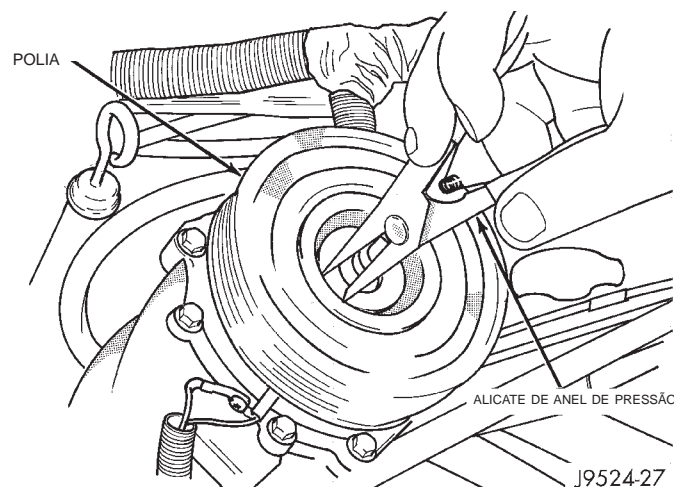

Fig. 23 Remoção do Anel de Pressão Externo
- (8) Retire a chave do eixo do compressor e os calços do acoplador.
- (9) Retire o anel de pressão do compartimento dianteiro externo com um alicate de anel de pressão (Fig. 23).